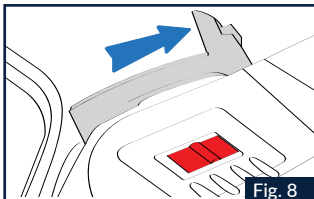

Fig. 8
2.1 Das Kinnteil des Helms schließen (falls offen) und überprüfen, ob sich die seitliche Mechanik in der vollständig geöffneten Position befindet (Abb. 8).